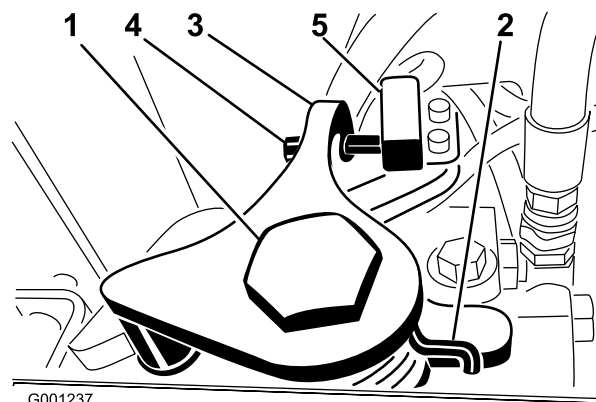

Figure 56
3. Desserrez la vis de retenue de l'autre côté de la came de réglage de transmission (Figure 56).
7. Réglez la vis sur le bras de retour au point mort (Figure 56) jusqu'à ce que la vis et le contacteur soient espacés de 2–3 mm.